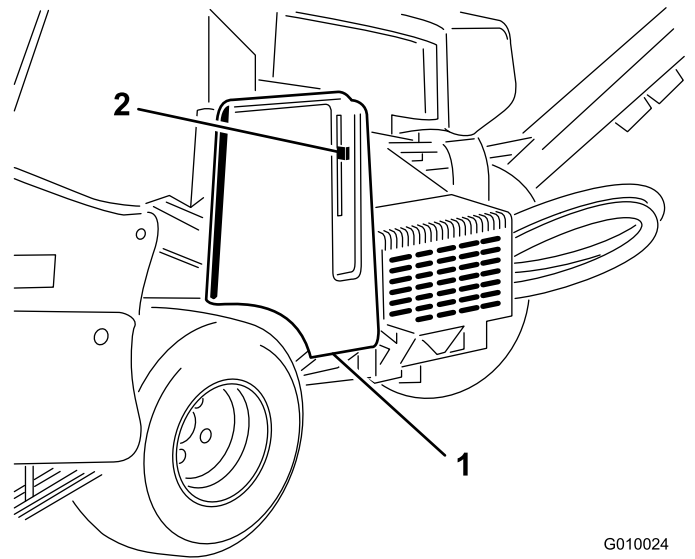

Figura 60
2. Abra la cubierta de la correa y retírela (Figura 60).